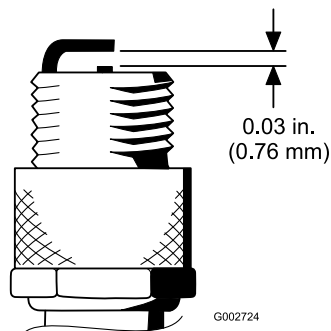

図 28
4. エアギャップを 0.76 mm に調整する(図 28)を参照。正しく調整された点火プラグをガスケットシールと共にエンジンに取り付け、23N·m 2.3kg·m = 200in·lbにトルク締めする。トルクレンチがない場合は十分に締め付ける。